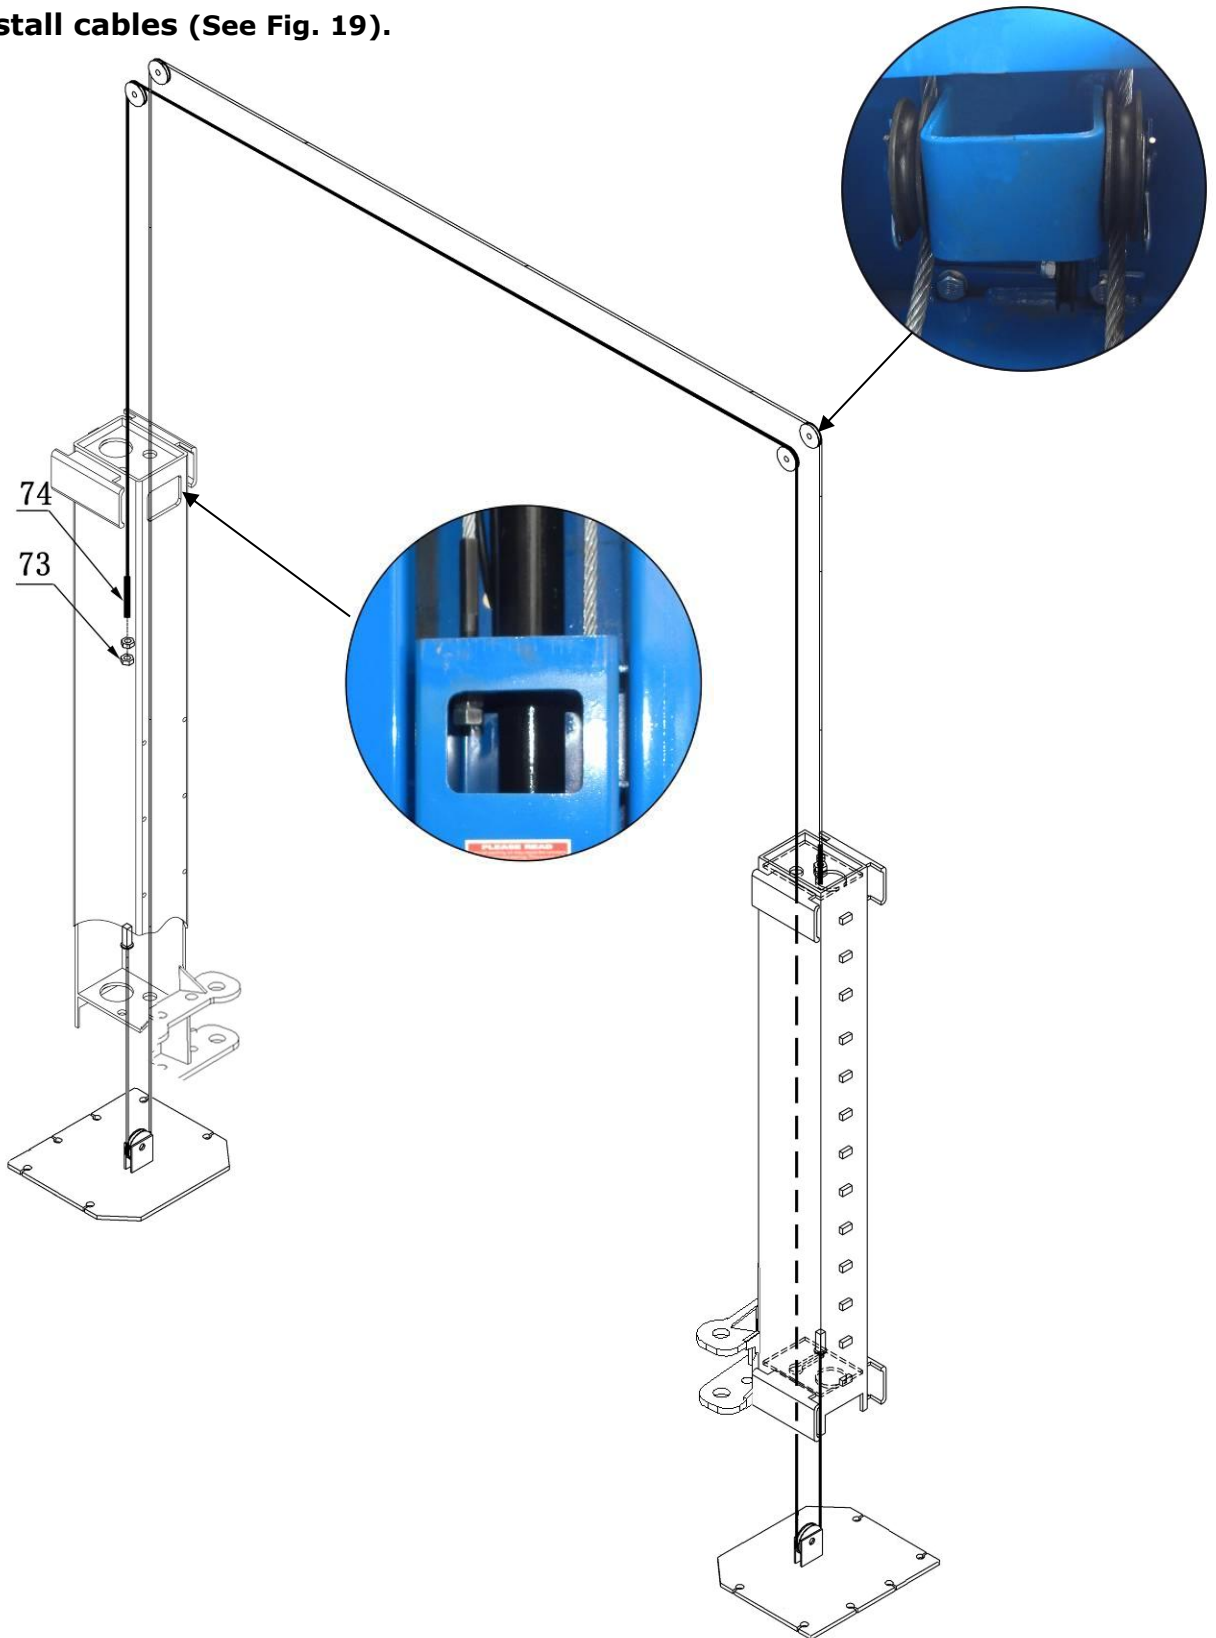

Fig. 19
J. Install cables (See Fig. 19).